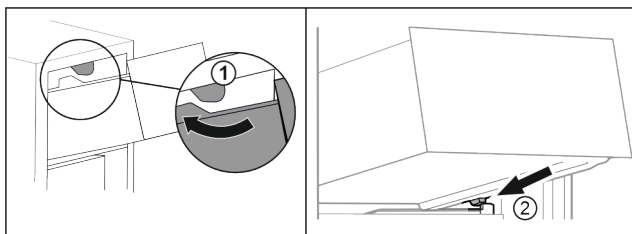

Fig. 112
- Ved'te zásuvku podél horních zarážek. Fig. 112 (1)
- Nasad'te zásuvku šikmo za dolní zarážky na žebrování na nádoby. Fig. 112 (2)